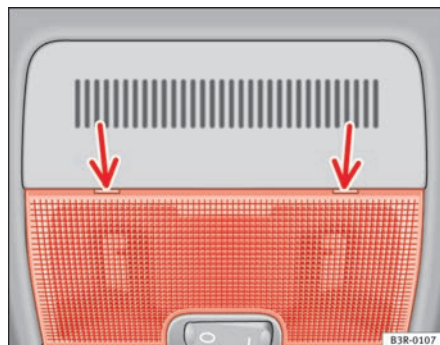

Fig. 81 Dettaglio del rivestimento del tetto: Punto di contatto del cacciavite
- Applicare con cautela la parte piatta di un cacciavite (kit degli attrezzi di bordo) alla parte posteriore della copertura in plexiglas della plafoniera ⇒ fig. 81.